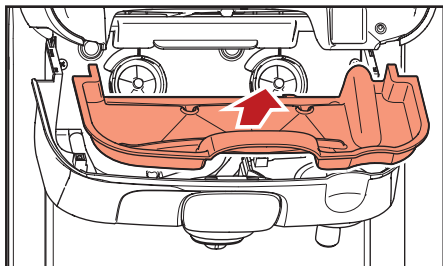

Fig. 5.11- Fjern indvendig drypbakke
c. Fjern den indvendige drypbakke og rengør den om nødvendigt (fig. 5.11).